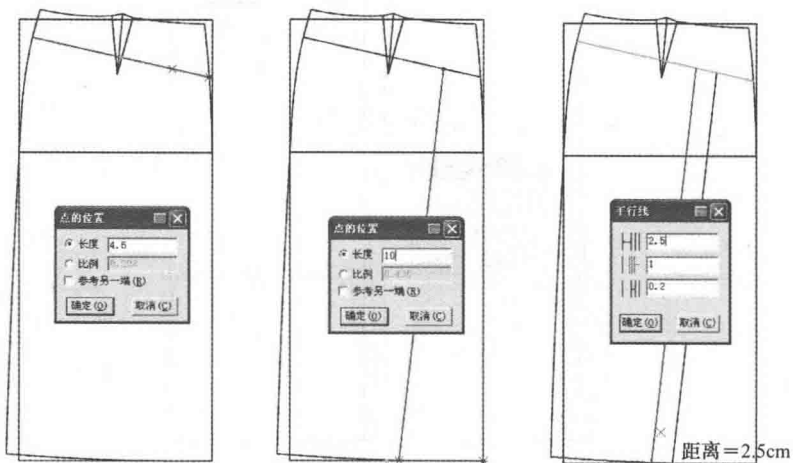

图6-73 画装饰条步骤1
(12) 装饰条。
①选择 【智能笔】工具后片分割线 4.5cm 处与下摆线 10cm 处相连。
②选择 【智能笔】工具按住【Shift】键，进入【平行线】功能。输入 2.5cm 为装饰条的宽度（图 6-73）。